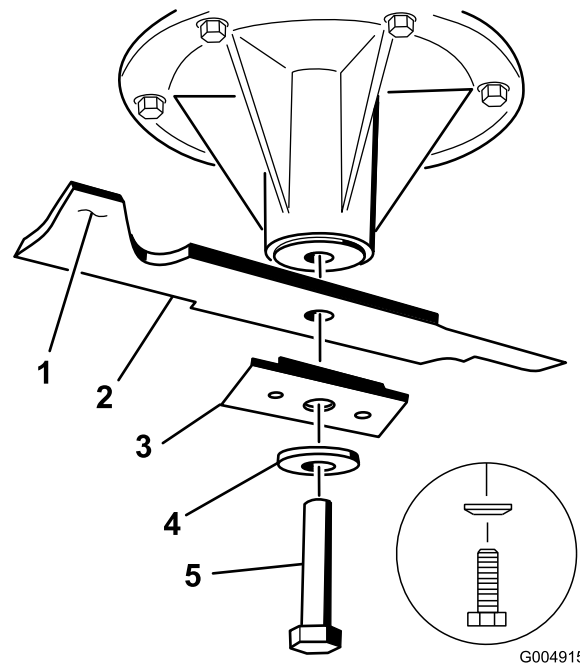

Figure 58
3. Pour les tabliers de coupe de 36 et 52 pouces, enlevez le boulon de lame, la rondelle bombée, le renfort de lame et la lame de l'axe de pivot (Figure 58).
3. Sur les tabliers de coupe de 36 et 52 pouces, montez la lame, le renfort, la rondelle bombée et le boulon de lame (Figure 58).